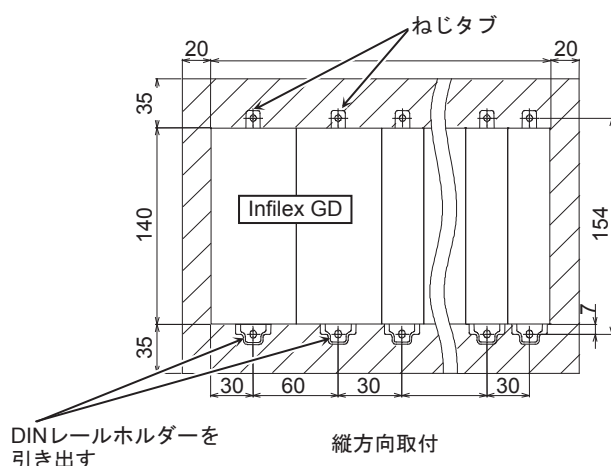

図7 ねじでの直接取付
ねじ直接取付時の寸法を『図7 ねじでの直接取付』に示します。
(1) 取付場所にねじ直接取付のためのねじ穴を開けます。
(2) 本体下側のDINホルダーを引き下げます。
(3) 本体裏面にねじタブ(別途手配品 形番 83165861-001)を奥まで差し込みます。
(4) ねじタブの穴とDINホルダーの穴を使い、M4ねじで本体を固定します(図7)。
(5) 設置面に固定されたことを確認します。